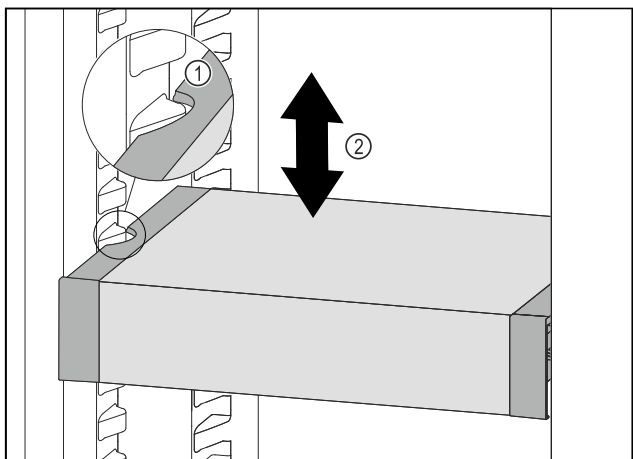

Fig. 58
- ▶ Táhněte VarioSafe dopředu, dokud nebudou boční vybrání VarioSafe na úrovni žebrování na nádoby v chladničce. Fig. 58 (1)
- ▶ Posouvejte VarioSafe v chladničce nahoru nebo dolů, dokud nedosáhnete požadované výšky. Fig. 58 (2)